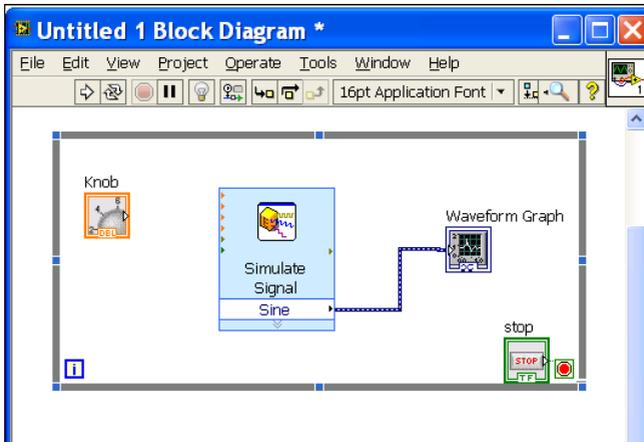

Рис.1.31. Создание бесконечного цикла в программе.
*Functions/PROGRAMMING/Structures/While Loop* и выделить все элементы в рамку цикла. Для остановки цикла необходимо в *Front Panel* установить кнопку остановки работы программы (*Controls/Express/ Stop Button*). В окне *Block Diagram* появившуюся иконку *Stop Button* соединить с красным кружком-терминалом, который находится в правом нижнем углу. Должна получиться программа, схожая с изображенной на рис.1.31.